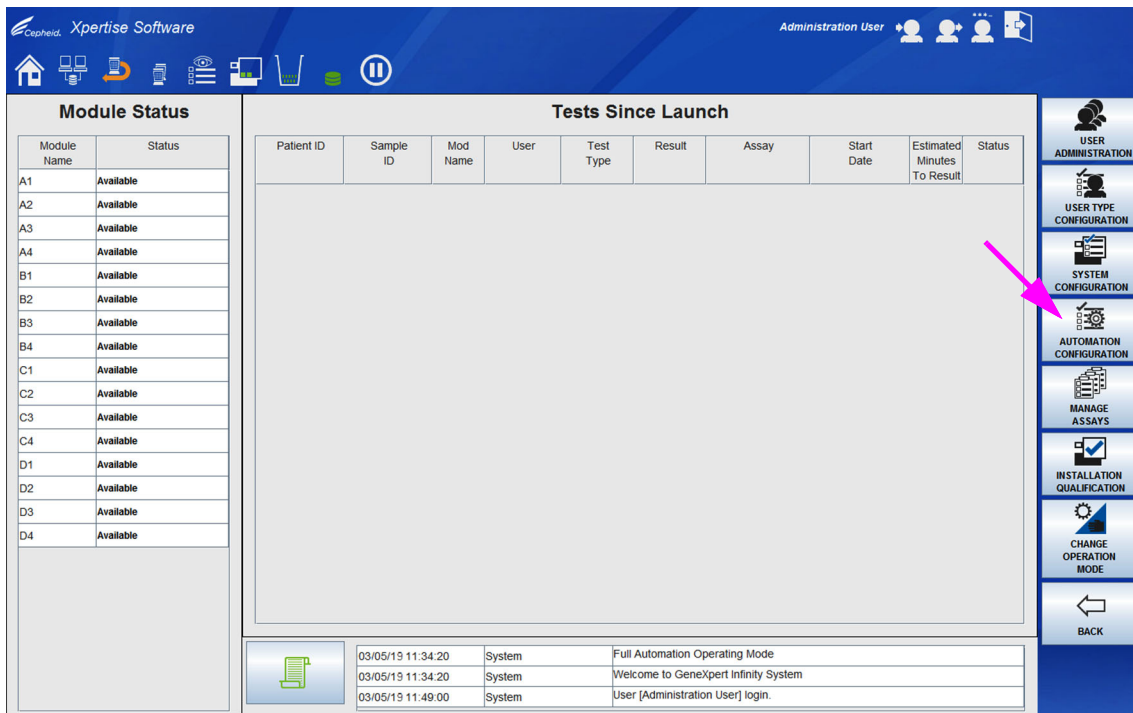
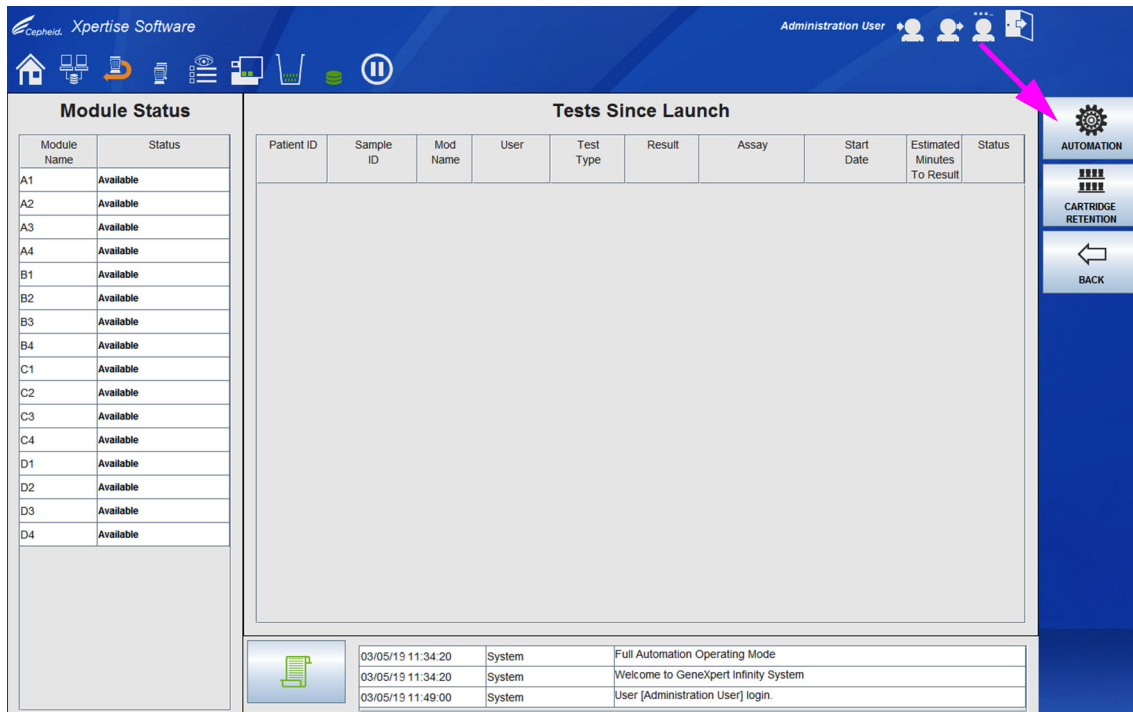
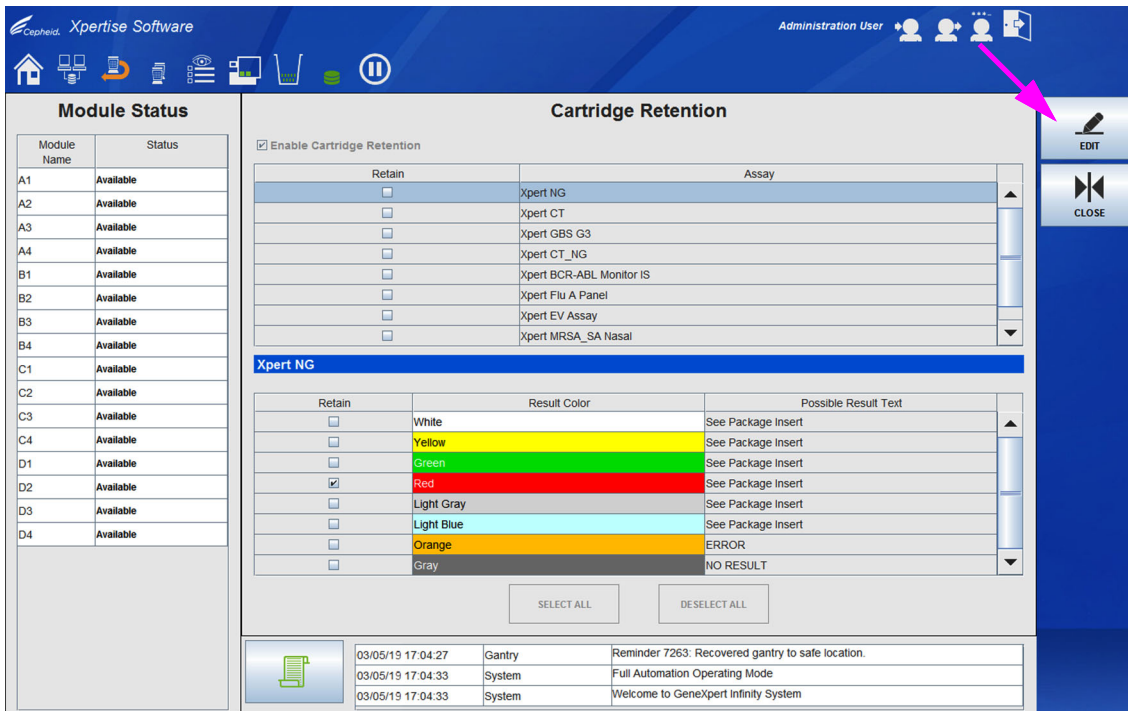
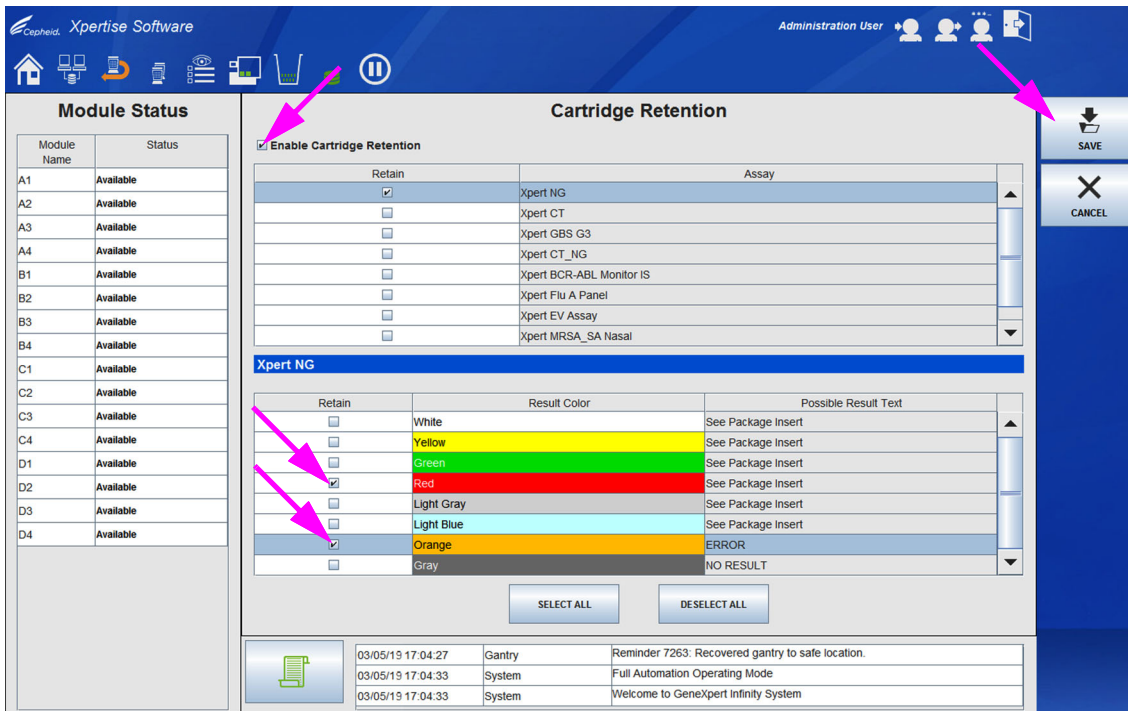

Figura 2-40. Menu Setup (Configuração)
Figura 2-41. Menu Automation Configuration (Configuração da automatização)
Figura 2-44. Área de trabalho Cartridge Retention (Retenção de cartuchos)
Figura 2-45. Área de trabalho Cartridge Retention (Retenção de cartuchos) ativada
1. Na área de trabalho inicial do software Xpertise (ver Figura 2-11), seleccione o botão **SETUP (CONFIGURAÇÃO)** e, em seguida, seleccione o botão **AUTOMATION CONFIGURATION (CONFIGURAÇÃO DA AUTOMATIZAÇÃO)** (ver Figura 2-40). É apresentado o menu Automation Configuration (Configuração da automatização). Ver Figura 2-41.
2. No menu Automation Configuration (Configuração da automatização), selecione o botão **AUTOMATION (AUTOMATIZAÇÃO)** (ver Figura 2-41). A área de trabalho
2. No menu Automation Configuration (Configuração da automatização), selecione o botão **CARTRIDGE RETENTION (RETENÇÃO DE CARTUCHOS)** (ver Figura 2-41). É apresentada a área de trabalho Cartridge Retention (Retenção de cartuchos). Ver Figura 2-45.
3. Na área de trabalho Cartridge Retention (Retenção de cartuchos) selecione o botão **EDIT (EDITAR)** (ver Figura 2-44). A área de trabalho Cartridge Retention (Retenção de cartuchos) está agora ativada e pode ser editada como mostrado na Figura 2-45.
4. Depois de preencher todos os itens na área de trabalho Cartridge Retention (Retenção de cartuchos), selecione o botão **SAVE (GUARDAR)** para guardar as alterações (ver Figura 2-45) ou selecione o botão **CANCEL (CANCELAR)** para cancelar as alterações. Se optar por cancelar as alterações, vai aparecer uma área de trabalho de confirmação a perguntar-lhe se quer guardar as alterações ou ignorar as alterações.